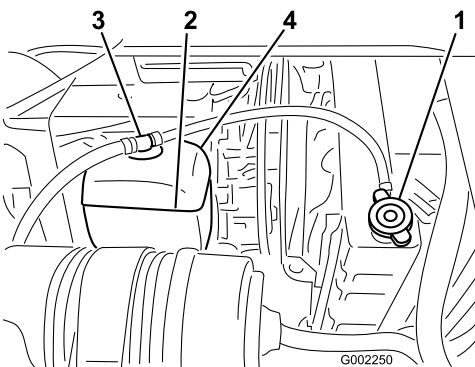

Figura 54
2. Cuando el motor se haya enfriado, retire el tapón del radiador (Figura 54).